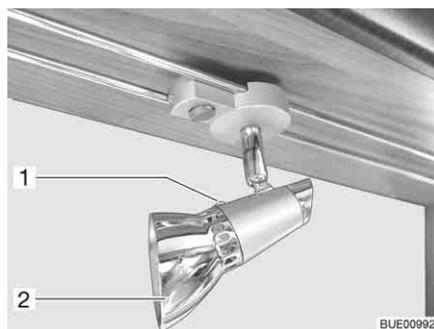

Bild 230 Halogenspotleuchte (verschiebbar)
- Befestigungsschraube (Bild 230,1) lösen.
- Lampenschirm (Bild 230,2) abnehmen.